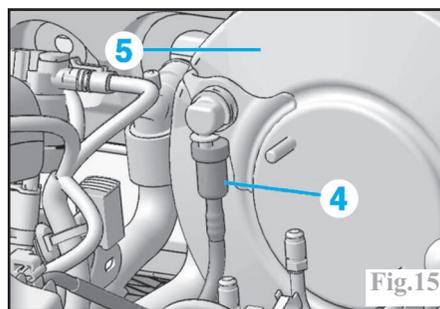

Fig.15
**Dans le compartiment moteur,** déposer (Fig.15) :
- la durite de dépression (4) sur le servofrein.
- le servofrein (5).